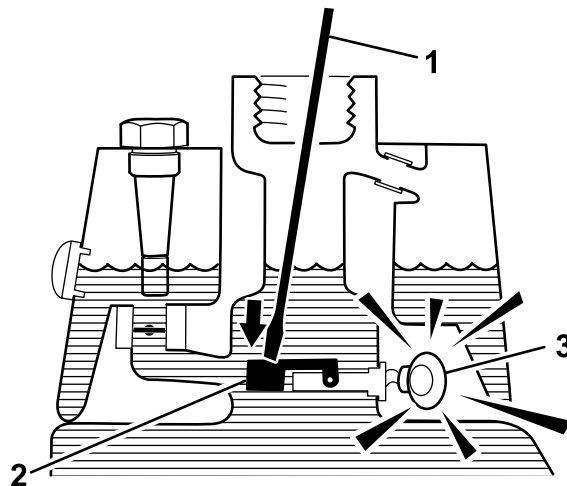

Figura 60
- Insira uma barra ou uma chave de parafusos no bocal do depósito e empurre com cuidado o comutador (Figura 60) para baixo. O alarme deverá ser ativado ao fim do período de desfaseamento de um segundo.